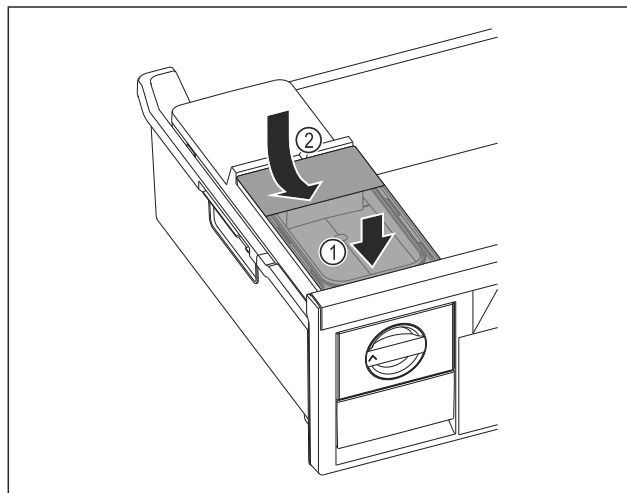

Fig. 129
- Rezervoar za vodo namestite spredaj. Fig. 129 (1)
► Zadaj rezervoar za vodo spustite. Fig. 129 (2)